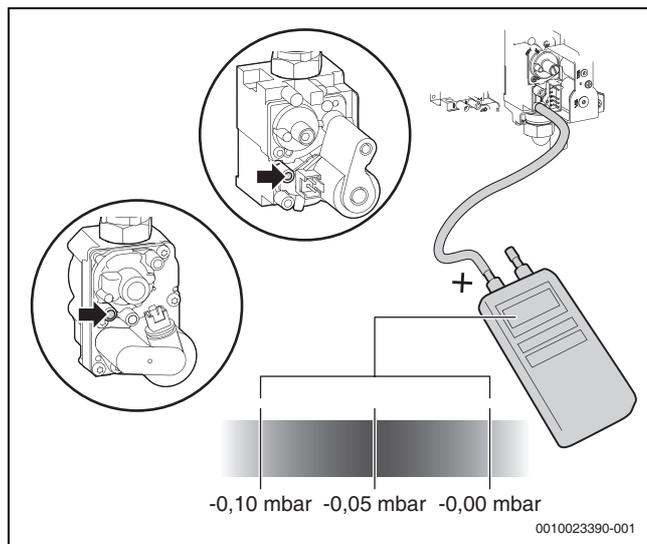

Fig. 38
- ▶ Misurare la pressione differenziale del rubinetto gas (→ fig. 38).